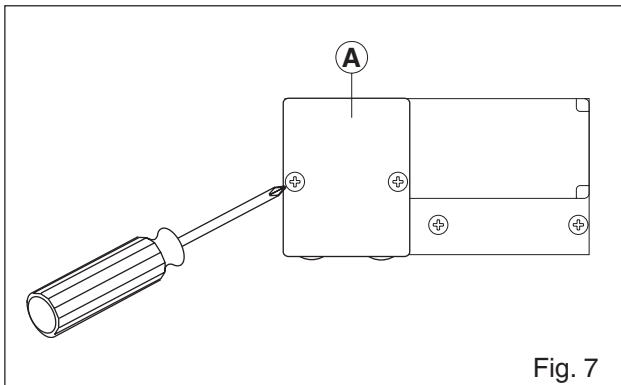

Fig. 7
- 3.2 (Fig. 7) Quitar la placa [A] e introducir la correa como indicado en las figuras 5 o 6. Cerrar otra vez la placa [A].